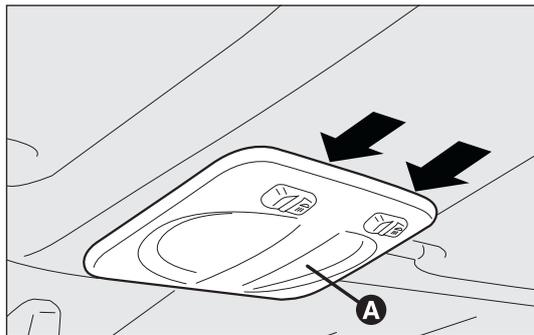
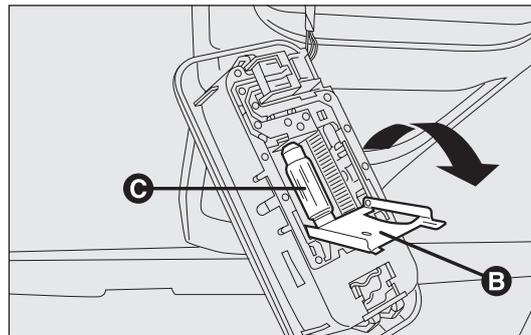

fig. 152
fig. 153
- agire nei punti indicati dalle frecce e rimuovere la plafoniera A-fig. 152;
- aprire lo sportellino di protezione B-fig. 153;
- sostituire le lampade C-fig. 153 svincolandole dai contatti laterali accertandosi che le nuove lampade risultino correttamente bloccate tra i contatti stessi;
- richiudere lo sportellino B-fig. 153 e fissare la plafoniera A-fig. 152 nel proprio alloggiamento accertandosi dell'avvenuto bloccaggio.